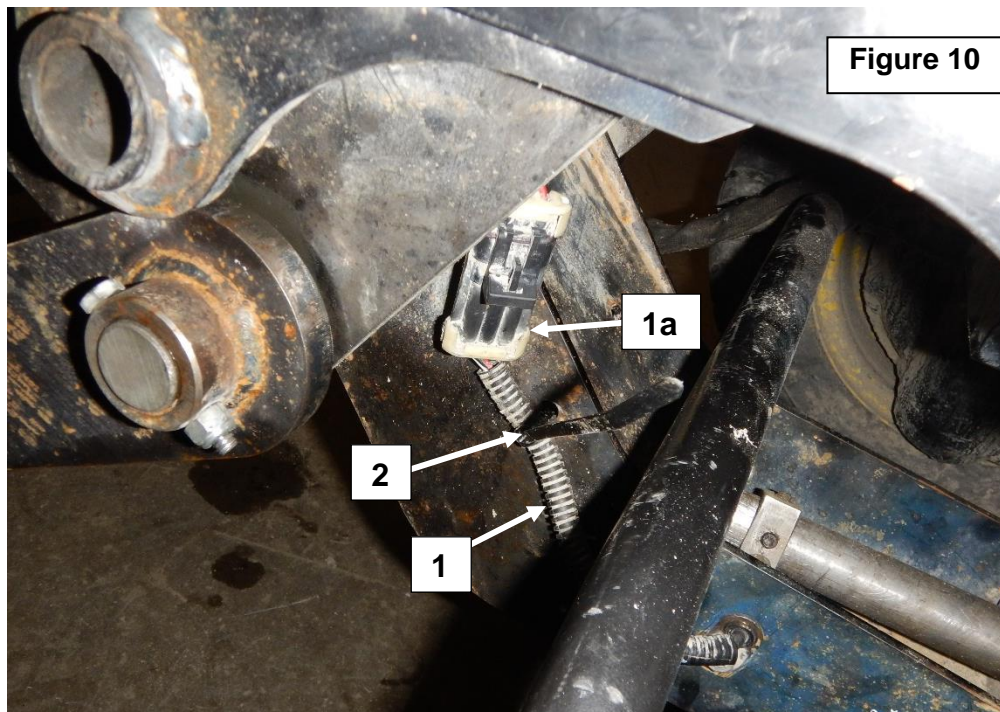

Figure 10
1. Regrouper tous les items énumérés dans le tableau de la figure 10.
2. **Figure 10:** Fixer le harnais du capteur de rotation (**non inclus**) (item 1) à l'endroit du sous-châssis indiqué sur la figure à l'aide d'une attache de nylon 4.8mm x 8" lg (item 2).